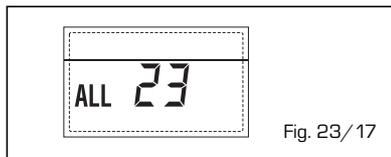

Fig. 23/17
- **ANOMALIA Sonda COLLETTORE SOLARE (S1) "ALL 24"** (fig. 23/18)